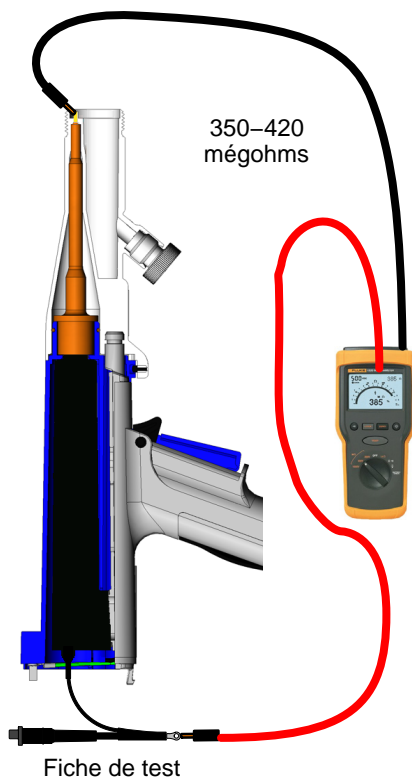

Fig. 13 Test avec la fiche de test
Utiliser la fiche de test en option illustrée dans la figure 13 pour tester la résistance entre la prise du multiplicateur et le plongeur à ressort de l'adaptateur. Le numéro de référence de la fiche de test est indiqué dans la partie *Options* de la section *Pièces de rechange*.
1. Voir la figure 13. Retirer le capuchon et la buse du pistolet de pulvérisation.